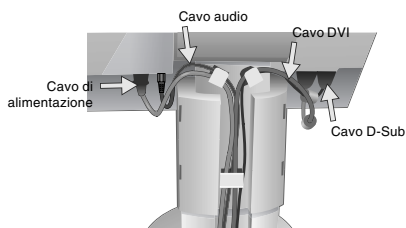

Figura C.2
5. Per fare in modo che la gestione cavi avvenga al meglio, mettere i cavi in quest'ordine: Cavo di alimentazione e cavo DVI (Figura C.2).
6. Inserire il cavo di alimentazione e il cavo audio nei ganci specifici indicati nella Figura C.2.
7. Inserire il cavo DVI e il cavo D-Sub nei ganci specifici indicati nella Figura C.2.